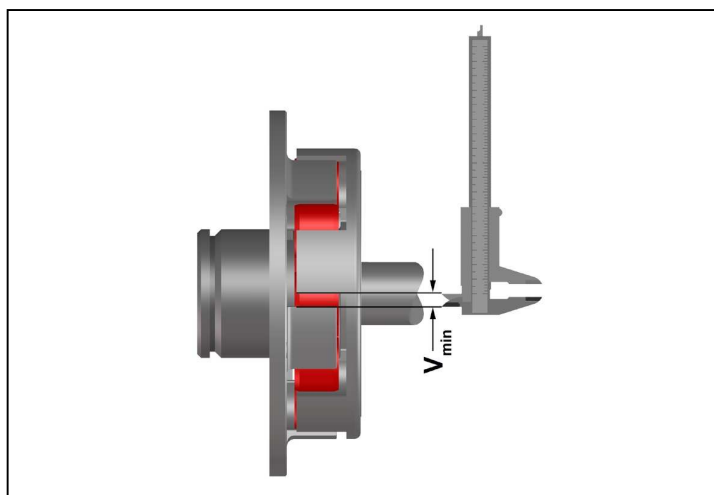

Bild 9
- Messen Sie gemäß Bild 9 den Klauenabstand „V“ in Umfangsrichtung über den Puffern, an denen beidseitig die Klauen anliegen. Die benachbarten Puffer haben dabei keinen Klauenkontakt.